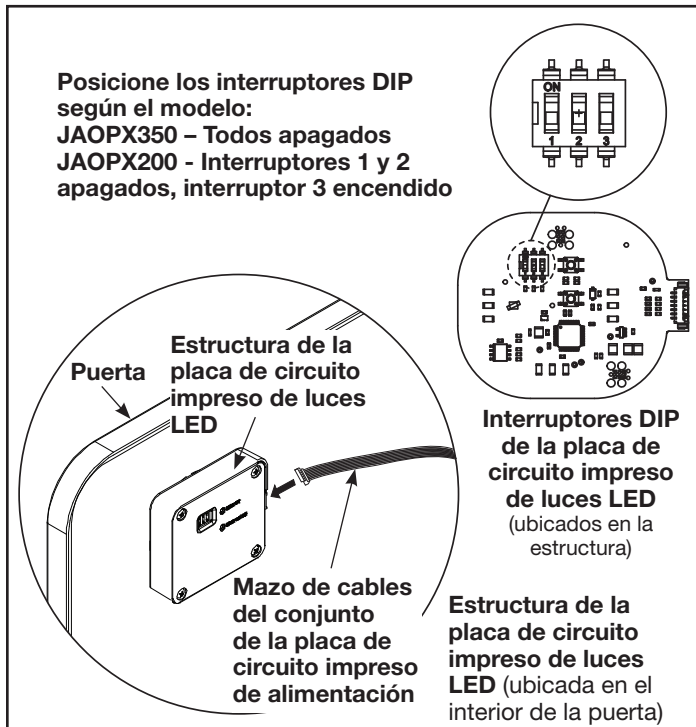

Figura 19. Conjunto de placa de circuito impreso de luces LED en la puerta
6. Desenchufe el conector de la placa de circuito impreso de luces LED del conector del mazo de cables (en la puerta). Consulte la Figura 19.
7. Con un destornillador Phillips, quite los cuatro (4) tornillos y la tapa posterior que cubre la placa de circuito impreso de luces LED en la puerta. Consulte la Figura 19.
10. Sujete la nueva placa de circuito impreso de luces LED a la pantalla LED y vuelva a insertar el conector en el mazo de cables. Vuelva a colocar la tapa posterior en la placa de circuito impreso de luces LED con los cuatro (4) tornillos que extrajo antes.
11. Posicione los interruptores DIP del conjunto de la placa de circuito impreso de luces LED según el modelo que se muestra. Consulte la Figura 19: